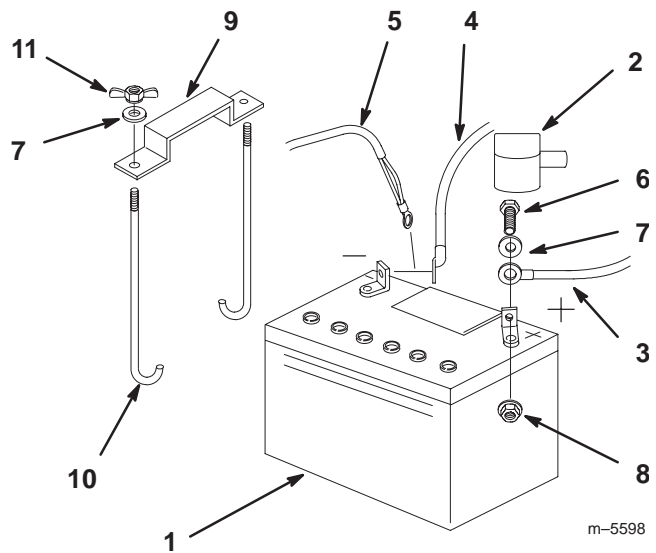

Figure 70
1. Placez la batterie dans son support en tournant les bornes vers le moteur (Fig. 70).
4. Fixez les câbles à l'aide de 2 boulons (1/4 x 3/4"), 2 rondelles (1/4") et 2 contre-écrous (1/4") (Fig. 70).
6. Fixez la batterie en position avec des boulons en J, une barrette de maintien et 2 rondelles (1/4"), ainsi que 2 écrous papillon (1/4") (Fig. 70).
3. Débranchez d'abord le câble négatif et le câble de masse de la borne négative (-) de la batterie (Fig. 70).
4. Ôtez le capuchon rouge de la borne positive (rouge) de la batterie. Retirez ensuite le câble positif (rouge) de la batterie (Fig. 70).
5. Retirez les deux écrous papillons (1/4") de fixation de la barrette de maintien de la batterie (Fig. 70).